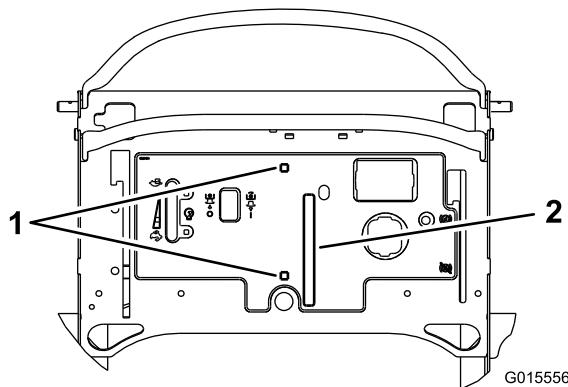

Figura 9
- Utilizando a torre como modelo, faça uma ranhura no autocolante para a alavanca de controlo de velocidade e os furos quadrados para os parafusos de carroçaria (Figura 9).